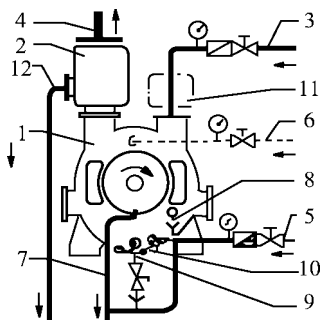

Abbildung 4 Am Abgasrohr ist ein kleiner Dampf-Wasser-Abscheider installiert.
7.2.1.1 Open-Loop-System (siehe Abbildung 4 und 5)